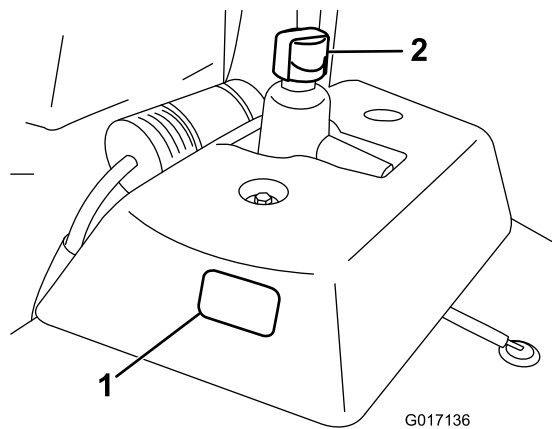

Bild 48
2. Prüfen Sie den Ölstand am Schauglas an der Seite des Hilfsölbehälters (Bild 48).